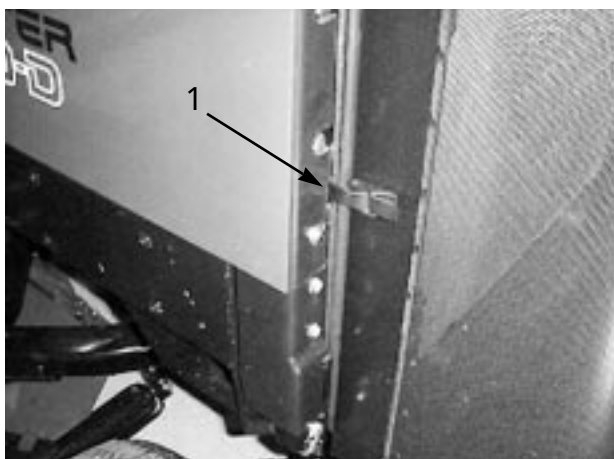

図 36
1. フードを開け、後スクリーンを開き（図36）丁寧に清掃する。